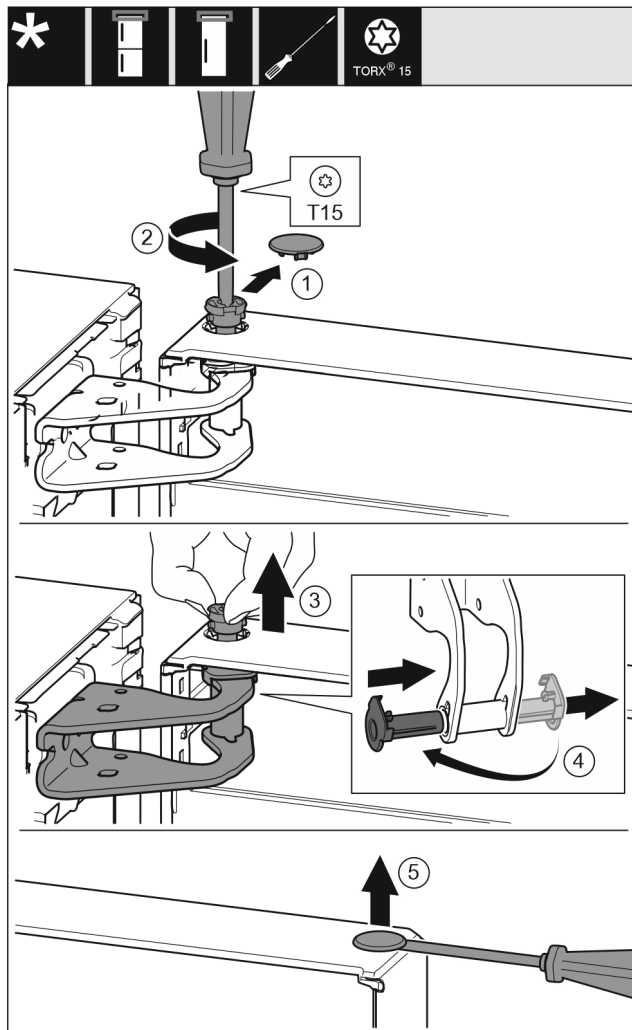

Fig. 10
- ▶ Desprindeți cu precauție apărătoarea siguranței. Fig. 10 (1)
- ▶ Extrageți puțin bolțul prin rotire cu șurubelnița T15. Fig. 10 (2)
- ▶ Țineți ferm ușa și extrageți bolțul cu degetele. Fig. 10 (3)
- ▶ Extrageți cuzinetul din ghidaj. Introduceți din partea opusă și fixați în poziție. Fig. 10 (4)
- ▶ Ridicați cu precauție dopul din cuzinetul ușii cu o șurubelniță plată și extrageți-l. Fig. 10 (5)